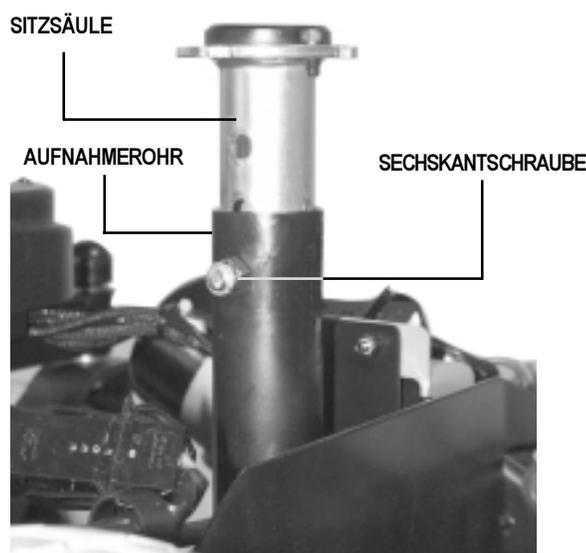

Abb. 5. Sitzhöhenverstellung
3. Mit zwei 9/16" Schraubenschlüsseln entfernen Sie die Schraube aus der Sitzsäule (siehe Abb. 5).
2. Schieben Sie das Bediengerät in die gewünschte Position (siehe Abb. 5).